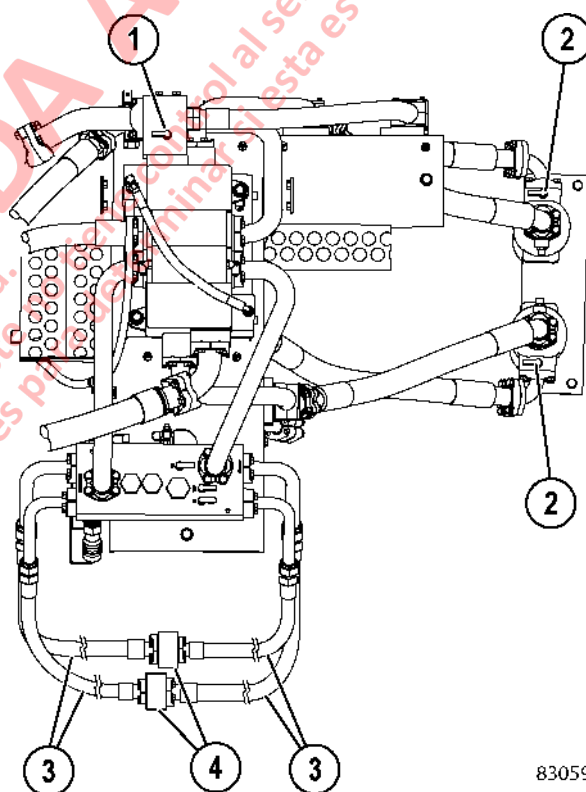

FIGURA 10-2. UBICACIONES DE PUERTO DE ENGANCHE DE LAVADOR DE IZAJE
- Puertos de prueba de presión (2, figura 10-2) en ambos filtros de izaje de alta presión - 24 000 kPa (3,500 psi).
9. Conecte las 4 mangueras del cilindro de izaje (3, figura 10-2) como se muestra usando bloques deby-pass (4). El herraje para conectar las mangueras a los bloques es el mismo herraje para conectar las mangueras a los cilindros de izaje. Asegúrese que todas las conexiones son seguras. Tape todos los puertos abiertos para evitar la contaminación.